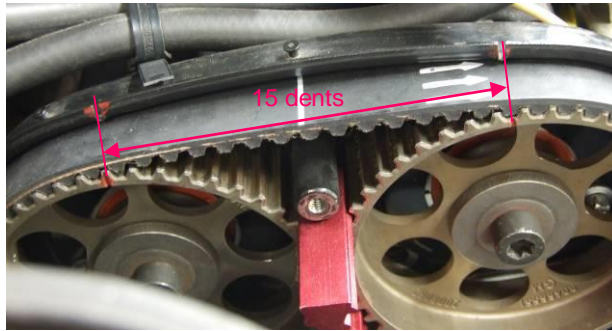

Figure 15
- Passer le galet central, puis les poulies d'AAC n°1 et 2. Contrôler qu'il y a bien 15 dents de courroie entre les deux repères d'AAC, Figure 15.